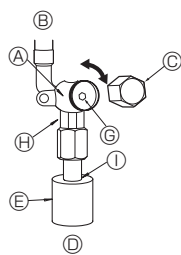

Fig. 4-5
(1) Gaszijde (Fig. 4-5)
- ① Verwijder de kap en draai de kraanstang zo ver mogelijk tegen de klok in met behulp van een 5mm-inbussleutel. Stop met draaien wanneer de nok wordt bereikt. (ø15,88: Circa 13 omwentelingen)
- ② Let erop dat de afsluitkraan geheel open is en draai de kap terug naar de oorspronkelijke stand.